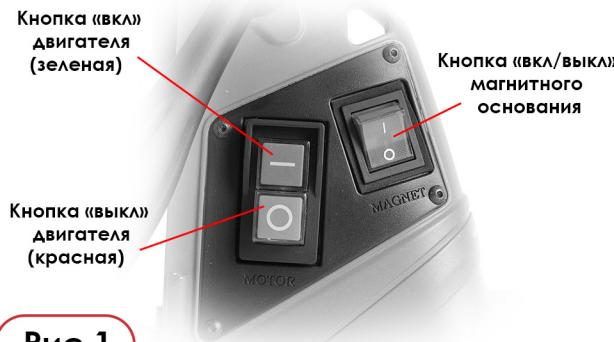

Рис.1
- Кнопка включения и выключения магнитного основания (С подсветкой при включенном положении). (Рис. 1)